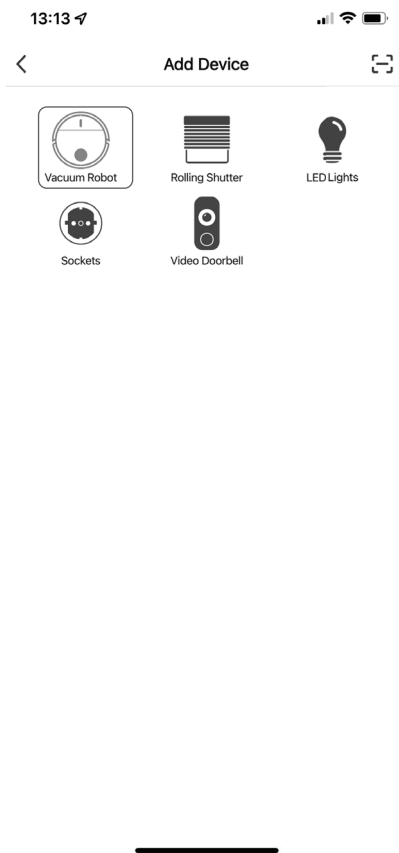

Fig. 2
- ▶ Sélectionnez la catégorie d'appareil **ROBOT ASPIRATEUR LASER** (voir fig. 2).